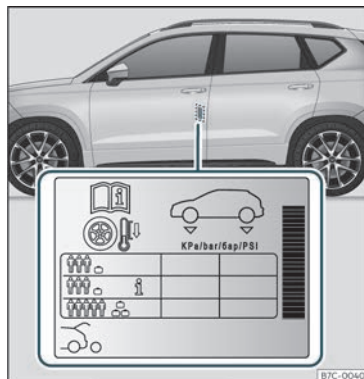

Fig. 263 Localização do autocolante da pressão de ar dos pneus.
- Adapte a pressão dos pneus à carga transportada pelo veículo »» **Fig. 263.**
Os valores da pressão de enchimento indicam-se na etiqueta autocolante situada na zona posterior da moldura da porta dianteira esquerda »» Fig. 263.
Dependendo do veículo, pode adaptar-se a pressão de ar dos pneus para meia carga para aumentar o conforto de condução (pressão de ar dos pneus **i** »» Fig. 263). Quando se circula com a pressão de ar de conforto, o consumo de combustível pode aumentar ligeiramente.
A pressão dos pneus tem de ser ajustada à carga momentânea do veículo. Se pretender utilizar o veículo com a carga máxima, terá de aumentar a pressão dos pneus para o valor máximo indicado na etiqueta »» Fig. 263.
No caso de uma roda de emergência mais estreita (125/70 R18), encher a 4,2 bar de pressão segundo indicado na etiqueta de pressão dos pneus »» Fig. 263.
- O condutor é responsável por garantir que todos os pneus do veículo estejam cheios com a pressão correta. A pressão de ar recomendada está indicada num autocolante »» Fig. 263.
- Com os pneus a frio, deve manter-se sempre a pressão indicada no autocolante »» Fig. 263.